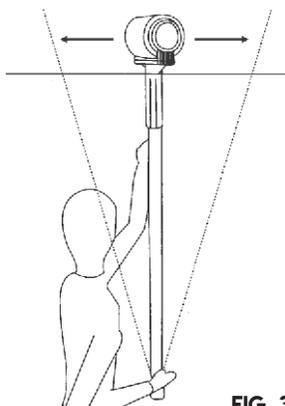

FIG. 3
4. AO USAR O EXTENSOR, CERTIFIQUE-SE SEMPRE DE QUE ESTÁ POSICIONADO DIRETAMENTE SOB O PESO DO CILINDRO (FIG. 3).